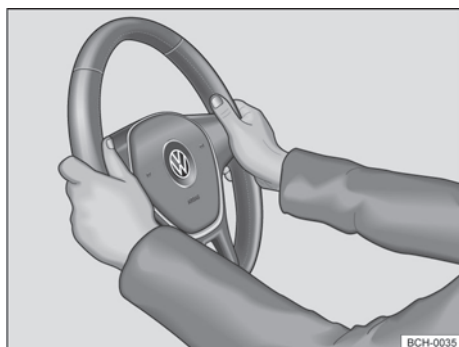

Fig. 62 No volante: posição 9 e 3 horas.
- Ajustar a posição do volante de forma que possa segurá-lo lateralmente pela borda externa nas posições de 9h e 3h → Fig. 62 com ambas as mãos e os braços ligeiramente dobrados.
- Empurrar a alavanca ① sempre pelo manipulador com firmeza para cima após o ajuste, para travar a posição do volante.
- Durante a condução, sempre segurar o volante com ambas as mãos lateralmente na borda externa nas posições de 9h e 3h → Fig. 62 para reduzir ferimentos causados por um acionamento do airbag frontal do condutor.